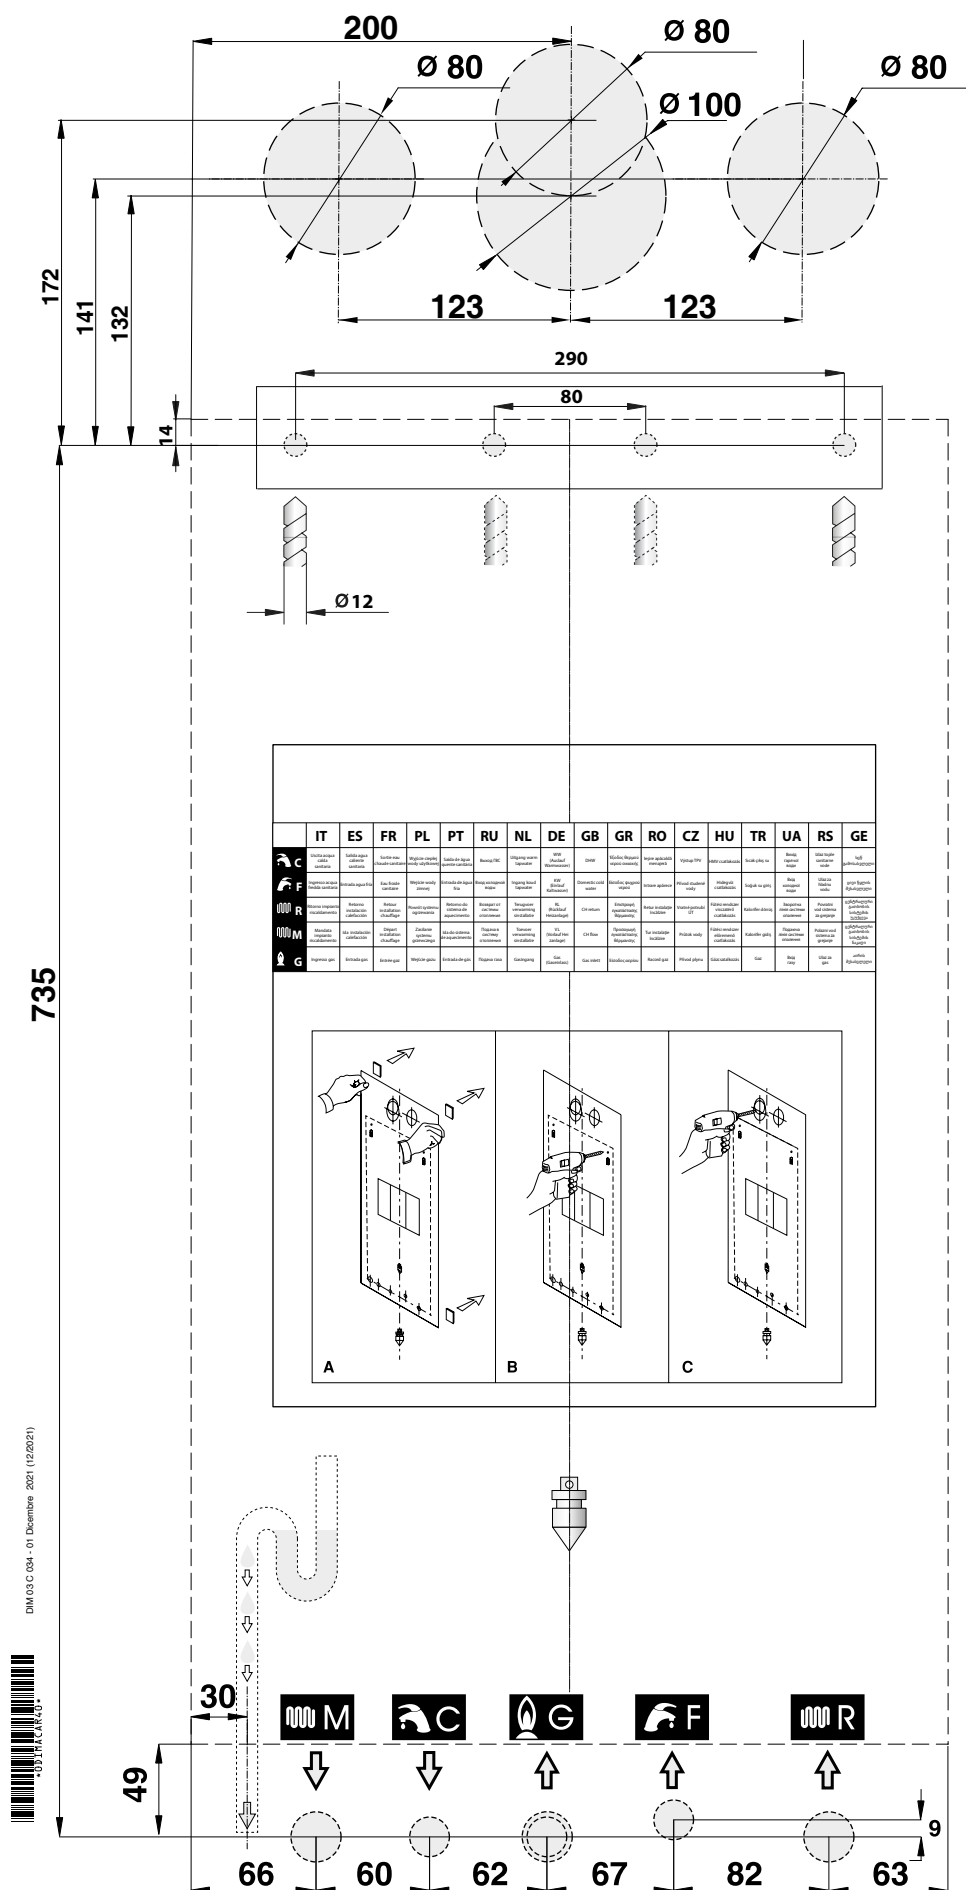

Рис. 3 Паперовий шаблон.
- » шаблон для монтажу котла на стіну (див. Рис. 3 Паперовий шаблон.);
Кожен пристрій постачається з паперовим шаблоном, який знаходиться всередині упаковки (див. Рис. 3 Паперовий шаблон.).